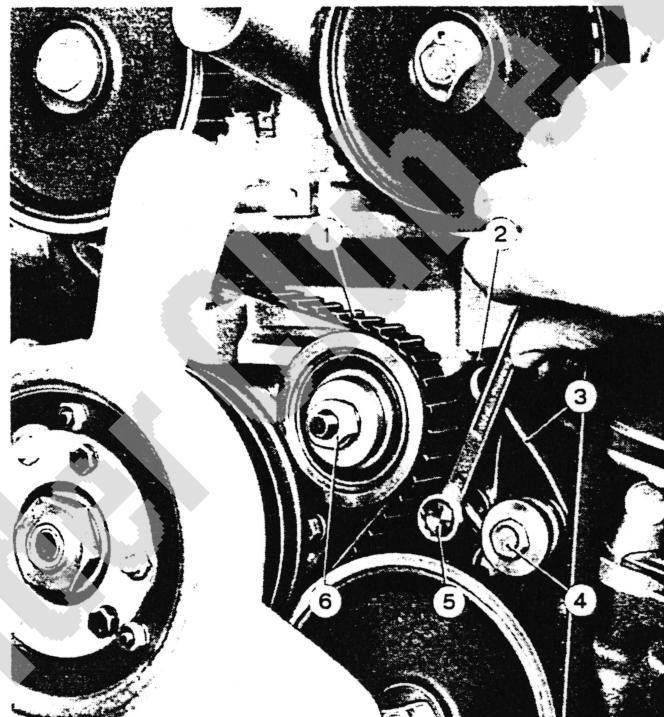

Abb. 5. - Befestigung der Gelenkschraube für Riemenspanner.
- Die Mutter (6, Abb. 1) und die Schraube (5, Abb. 5) lockern; die Feder (3) wirkt somit auf den Spanner und spannt den Riemen;
- alsdann die Mutter (6, Abb. 5) und die Schraube (5, Abb. 1) wieder blockieren;
- die Mutter (6, Abb. 1) und die Schraube (5, Abb. 5) lockern und den Spanner so verstetzen, dass die Spannung des Riemens aufgehoben wird und dann genannte Mutter und Schraube wieder fest anziehen;
HINWEIS - Die Mutter (6, Abb. 5) zur Befestigung des Spanners am Kurbelgehäuse muss mit einem Moment von 4,7 mkg (mit Drehmomentschlüssel) angezogen werden.